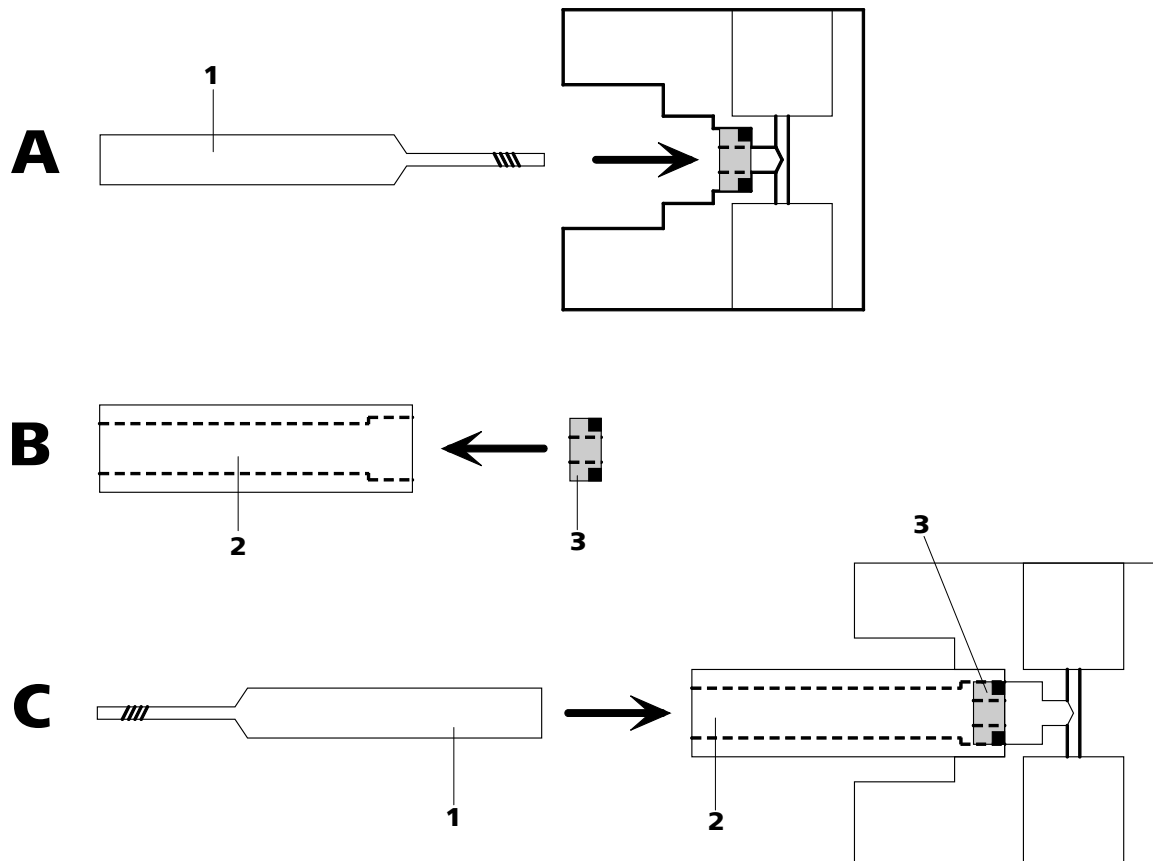

Figura 35 Cambiar la junta de pistón
- Enrosque la herramienta especial (35-1) por el lado estrecho en la junta de pistón y extraiga esta última (véase Figura 35, página 71).
- Inserte con la mano la nueva junta de pistón en la cavidad de la herramienta especial (35-2)(véase Figura 35, página 71).El resorte de junta debe encontrarse en el lado exterior.
- Introduzca la herramienta especial (35-2) con la junta de pistón en el cabezal de bomba (18-4) y empuje la junta con la herramienta especial (35-1) al interior de la cavidad del cabezal de bomba (véase Figura 35, página 71).